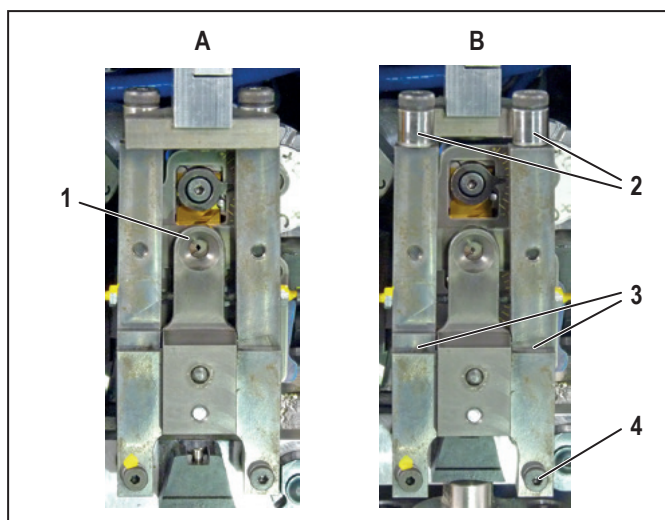

Рисунок 7.4 Блок крепления многожильных проводов в рабочем положении (А) и вытянутый вперед (В)
- Очистка блока креплений многожильных проводов (Рисунок 7.4 , В).
- Проверьте, могут ли ролики (2) свободно двигаться. При необходимости смажьте точки вращения роликов.
- Смажьте точки вращения(3) блока крепления многожильного провода.
- Обеспечьте, чтобы блок крепления многожильного провода находился в переднем положении (Рисунок 7.4, в).
- Снимите нижний правый винт блока крепления многожильного провода (Рисунок 7.4, 4).